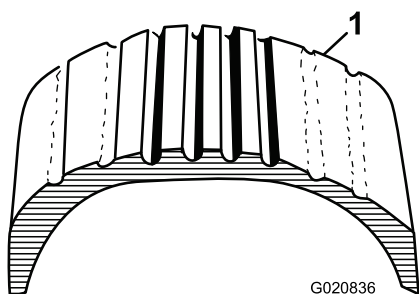
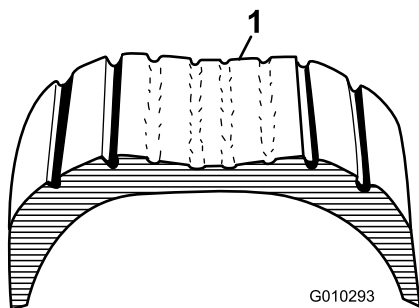

Figura 56
Figura 57
1. Inspeccione visualmente los neumáticos en busca de daños y desgaste (Figura 56 y Figura 57).